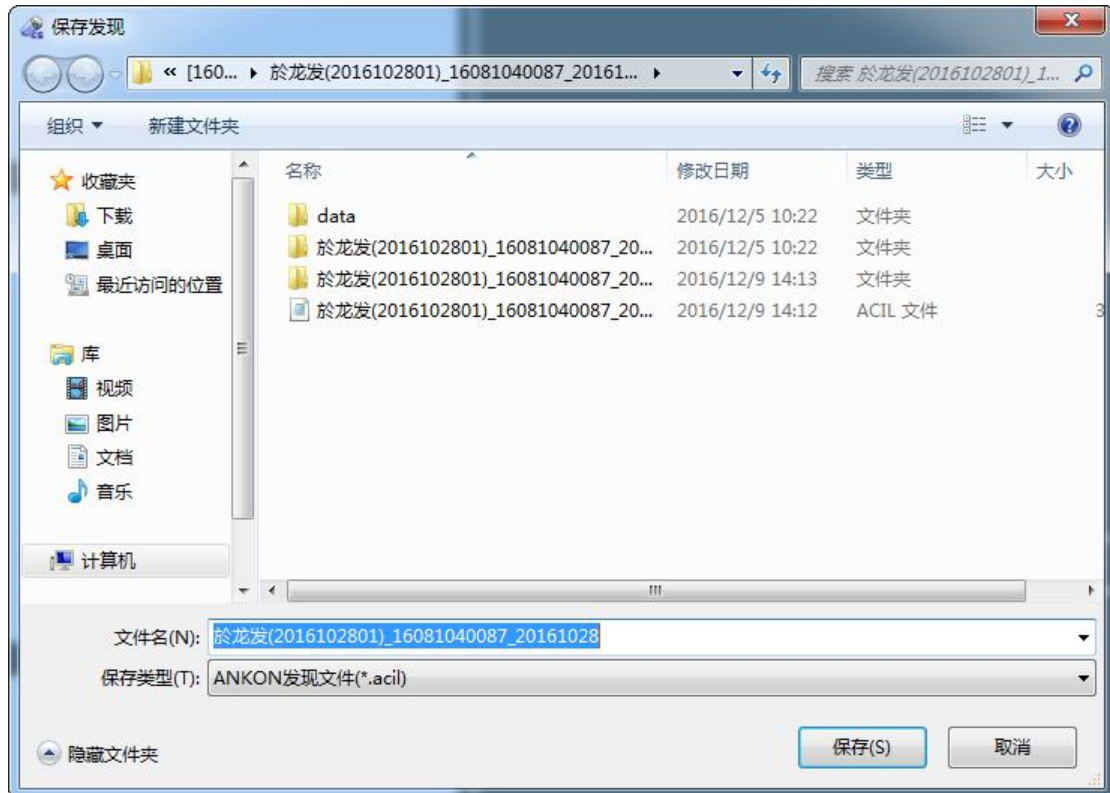

图 4-111 保存发现界面
9. 进入图 4-12 图片浏览界面，点击**文件→保存发现**，进入图 4-111 保存发现界面。发现文件保存以下信息：备注图片的记号和文字信息；备注图片是否添加到报告中；报告中的诊断信息。下一次打开该录像之后，通过点击**文件→打开发现**，重新载入。